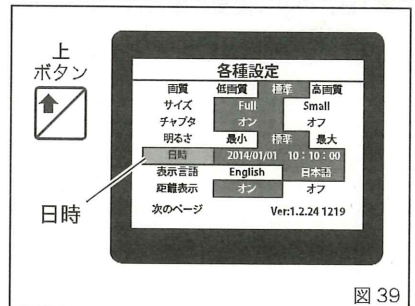

図 39
2. 「上」ボタン  を 3 回押し、液晶モニターのオレンジのカーソルを「日時」に移動します。(図 39)